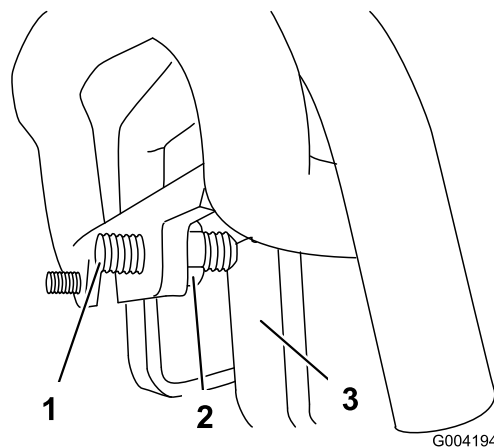

Bild 52
3. Falls die Zugmaschine nach **links** zieht, lockern Sie die **rechte** Klemmmutter und stellen Sie die Spurweiten-Stellschrauben vorne am Fahrtrieb ein (Bild 52).
4. Falls die Zugmaschine nach **rechts** zieht, lockern Sie die **linke** Klemmmutter und stellen Sie die Spurweiten-Stellschrauben vorne am Fahrtrieb ein (Bild 52).